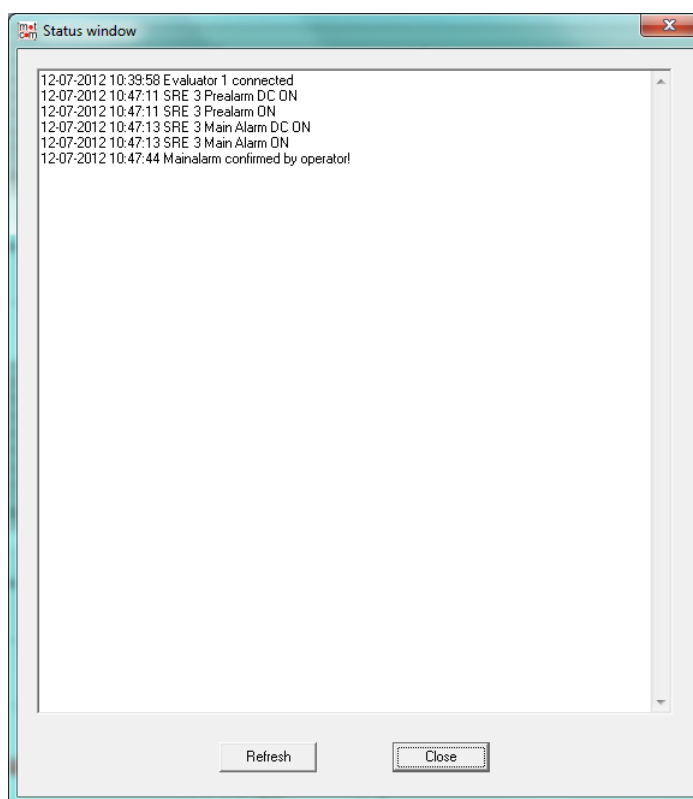

Fig. 8.2 Ejemplo de mensajes mostrados en la ventana de eventos/ventana de estado
- Si se establece la conexión, esto se confirma mediante un mensaje "Conectado" en la ventana del evento. (Fig. 8.2 en la página siguiente)
Los mensajes de error que se muestran en Data_Logger se explican por sí mismos, es decir, en la Fig. 8.2 a continuación se muestra un problema de comunicación con el Evaluador.